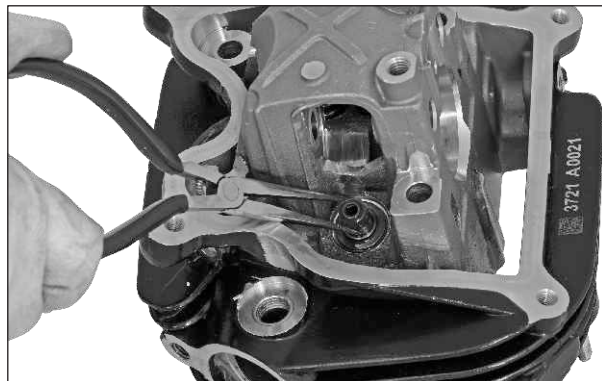

Fig. 3.54
- Retire el sello de las válvula. (Fig. 3.54)